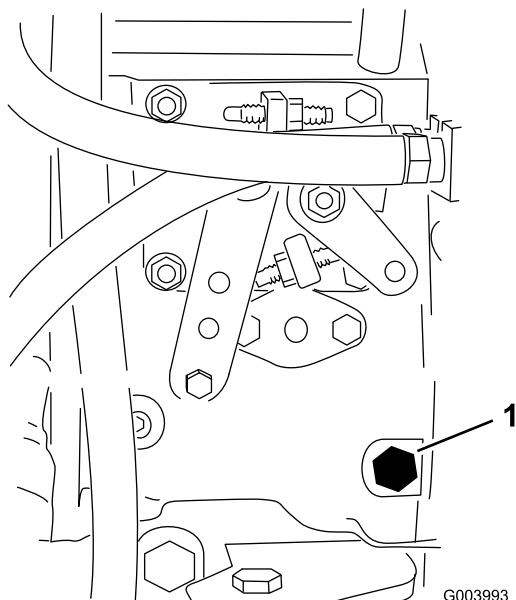

Figura 40
3. Desaperte o parafuso de drenagem que se encontra na bomba de injeção de combustível (Figura 40) com uma chave de 12 mm.